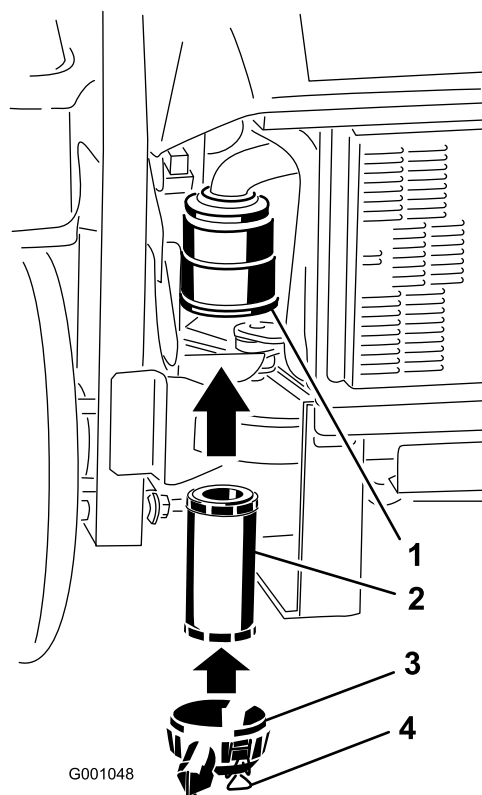

Figura 55
2. Cuidadosamente, faça deslizar o filtro para o corpo do filtro (Figura 55).
3. Monte a cobertura do filtro de ar e fixe os trincos (Figura 55).